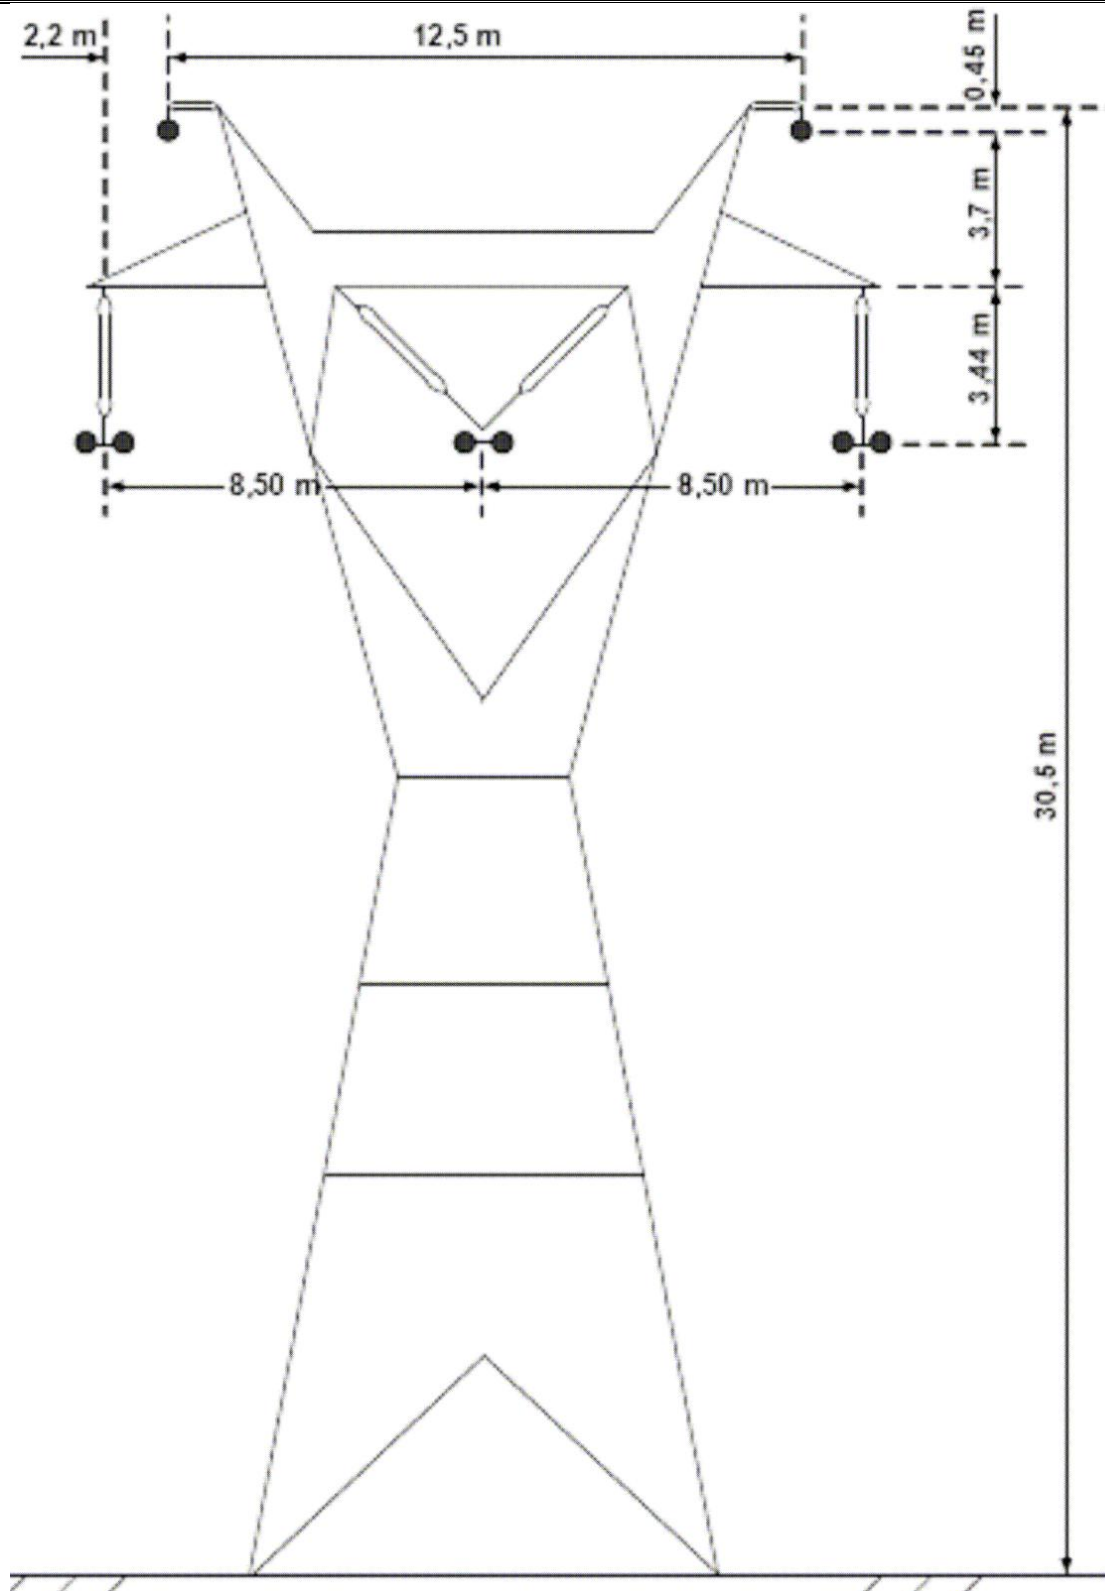
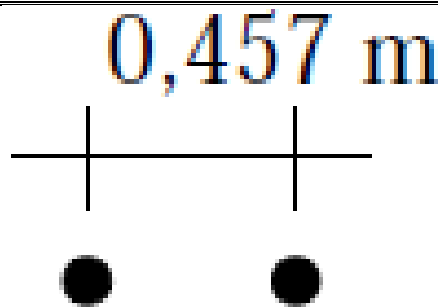

Figura 1 – Linha de Transmissão de Energia Elétrica Classe de 345 kV.
Figura 2 – Espaçamento entre condutores para a linha de transmissão de 345 kV.
1. A Figura 1 apresenta a silhueta de uma linha de transmissão com classe de tensão de 345 kV. Os condutores fase e para-raios são condutores código *Rail* e as dimensões construtivas e características elétricas para esse cabo e outros do tipo ACSR, *Aluminum Cable Steel Reinforced Conductors*, são apresentadas na Figura 3. O espaçamento entre os condutores fase é apresentado é de 0,457 m como destacado na Figura 2. Assim, considerando essas informações determine: **(a)** A matriz de resistência por condutor; **(b)** A matriz das indutâncias por condutor; **(c)** A matriz inversa das capacitâncias por condutor; **(d)** Determine as matrizes de resistência, capacitância inversa e de indutâncias por fase, ou seja, inserindo o efeito dos cabos para-raios e a multiplicidade de condutores por fase; **(e)** Tomando os resultados do Item (d) determine as matrizes supondo a transposição da linha de transmissão; **(f)** Tomando o resultado alcançado nos itens de (a) a (c) calcule como as mesmas para a transposição apenas dos condutores fase e de posse desses resultados determine as matrizes de parâmetros por fase; **(g)** Compare as matrizes de parâmetros obtidas no Item (e) com as obtidas no Item (f).